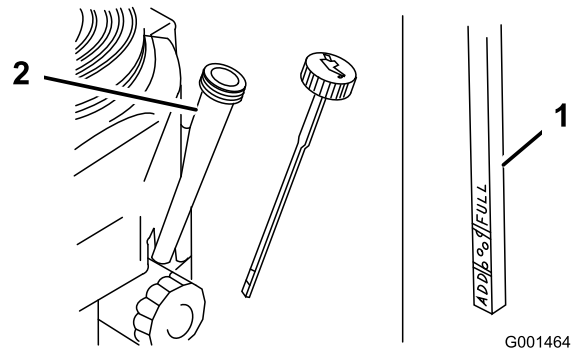

Figura 30
4. Limpie alrededor de la varilla de aceite (Figura 30) para impedir que caiga suciedad por el orificio de llenado y cause daños en el motor.
5. Desenrosque la varilla de aceite y limpie el extremo (Figura 30).
6. Deslice la varilla a fondo en el tubo de llenado, pero no la enrosque en el tubo (Figura 30).
- Vierta lentamente un 80% aproximadamente de la cantidad especificada de aceite por el tubo de llenado (Figura 30).